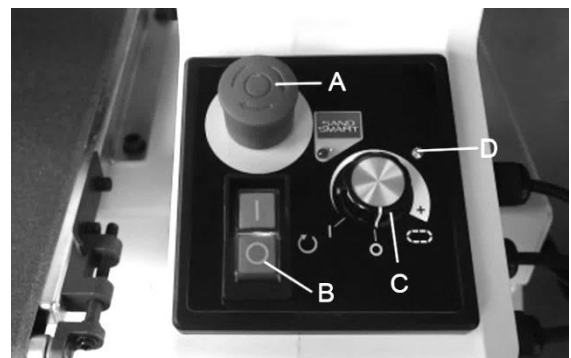

Abb. 9-1: Bedienpult
2. Den Not-Stopp Taster entriegeln, dazu den Taster (A, Fig 9-1) im Uhrzeigersinn drehen und ziehen.
**HINWEIS:** Eine blinkende LED-Lampe (D) erinnert gegebenenfalls daran, den Vorschub komplett auszuschalten, bevor die Trommel gestartet werden kann.
3. Den Trommelmotor mit dem Ein/Aus Schalter (B, Abb. 9-1) starten.
4. Den Vorschubmotor starten, dazu den Drehknopf (C) im Uhrzeigersinn drehen, sowie weiter zu drehen zur Erhöhung der Geschwindigkeit.